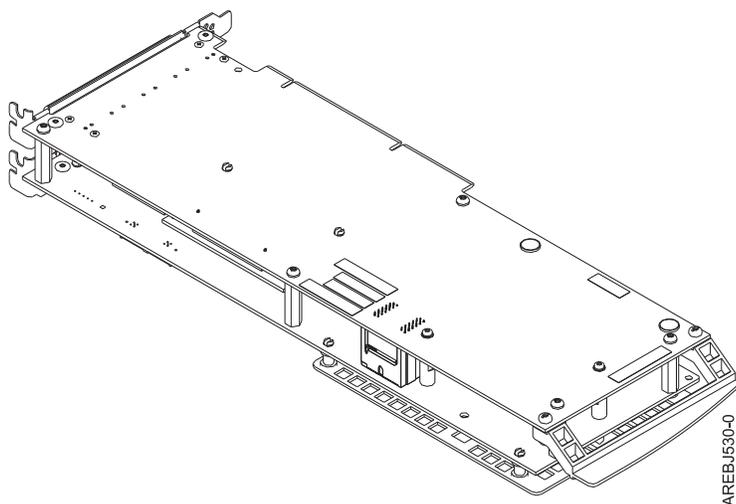

Figure 43. Adaptateur d'ensemble de cartes 572F/575C
2. Placez l'adaptateur d'ensemble de cartes 572F/575C sur une surface de protection contre les décharges électrostatiques et orientez-le comme indiqué à la figure 43.